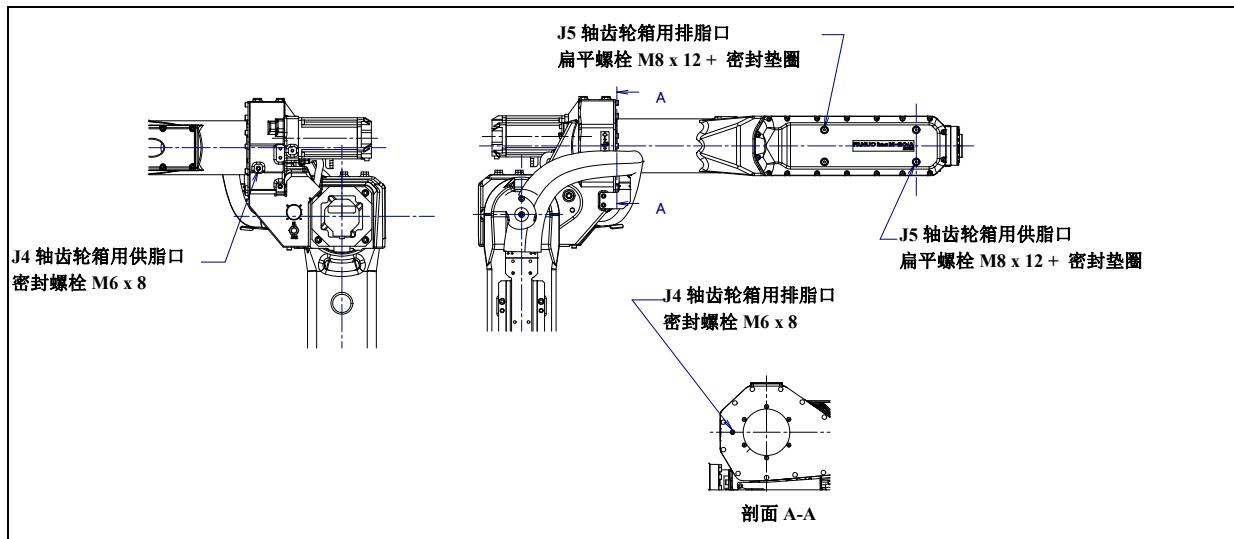

图 8.3.3.2 (a) J4/J5 轴的供脂部位 (M-20iA/20M/35M)
- 3 拆除排脂口的密封螺栓。（图 8.3.3.2 (a)）